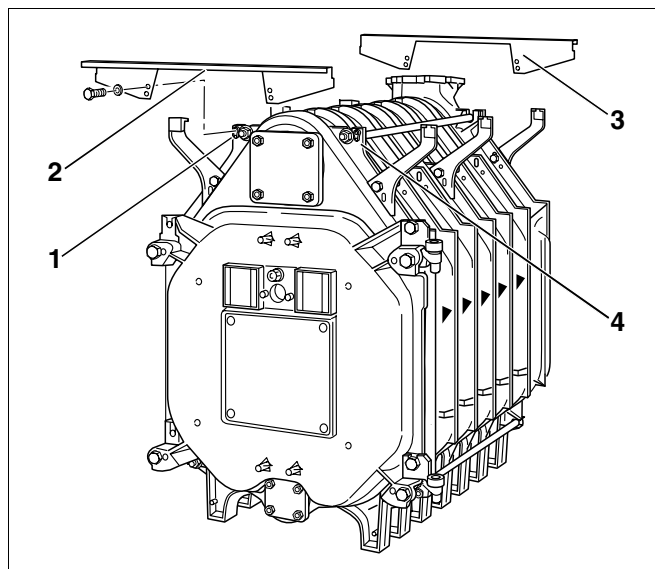

Fig. 37 Montering av tverrtraverser
- Fest tverrtraversen oppe foran (Fig. 37, **Pos. 2**) på knastene (Fig. 37, **Pos. 1** og **4**) og skru den fast for hånd ved hjelp av sekskantskruer (M8 × 16). Kanten på den fremre traversen må peke fremover.
- Fest tverrtraversen oppe bak (Fig. 37, **Pos. 3**) på knastene og skru den fast ved hjelp av sekskantskruer (M8 × 16). Kanten på den bakre traversen må peke bakover.